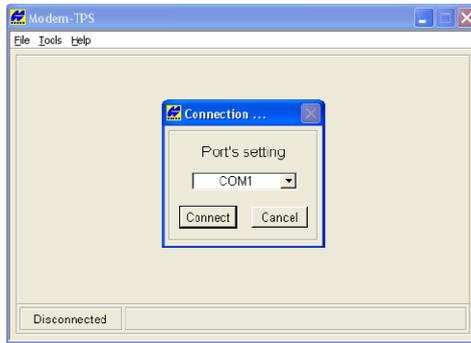

Figura 3-3. Collegamento a Modem-TPS
2. Aprire Modem-TPS e selezionare la porta COM a cui è collegato il ricevitore (Figura 3-3). Fare clic su **Connect**.